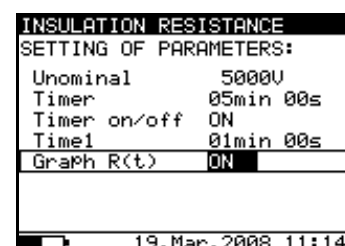

Bild 14. Einstellmenü bei der Isolationswiderstandsmessung
- Drücken Sie die Taste **SELECT**; das Einstellmenü erscheint im Display, siehe **Bild 14**.